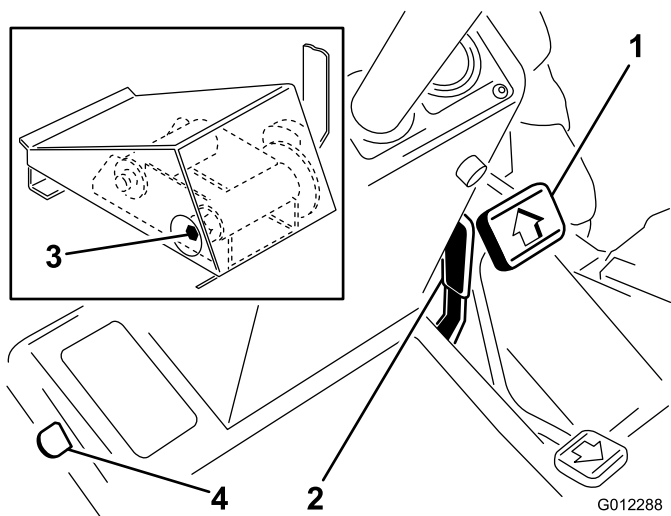
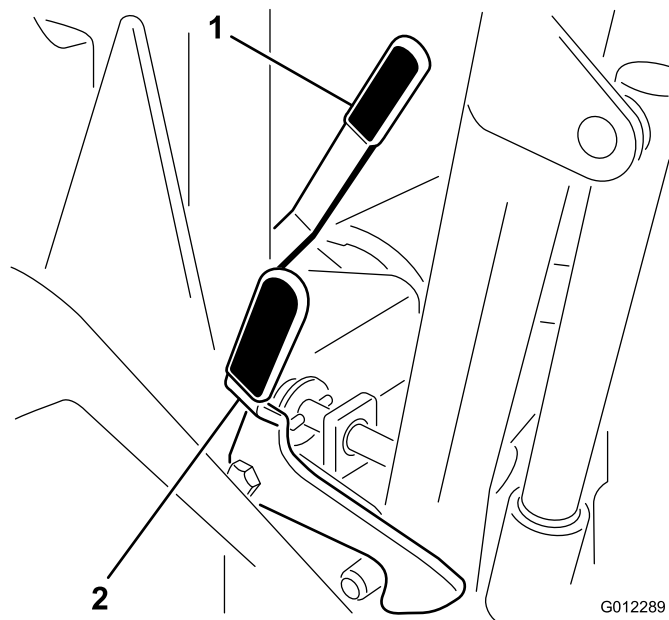

図 6
図 7
走行ペダル（図 6）は前進走行と後退走行を制御します。ペダル前部を踏み込むと前進、後部を踏み込むと後退です。走行速度はペダルの踏み込み具合で調整します。スロットルが FAST 位置にある状態でペダルを一杯に踏み込むと最高速度となります。刈り込み作業中（負荷が掛かっているとき）や登坂時には、（スロットルは FAST 位置で）ペダルの踏み込みを浅い位置に保持するとエンジンの回転を維持することができます（刈り込み時には走行速度リミッタをセットしてリミッタにペダルが当たるまで踏み込んで維持してもよいでしょう）。斜面がさらに急になるなど負荷がさらに大きくなった場合には、ペダルの踏み込みをさらに浅くしてエンジンの回転が回復する位置にペダルを維持します。
走行速度リミッタ（図 6）は走行ペダルの動きを制限します。リミッタ・レバーを使うと、
**重要** リミッタを希望位置に固定できなくなった場合にはカム・レバーのナット（図 6, 挿入図）を締め付けてください。
移動走行時にカッティングユニットを上昇位置に固定するためのものです。前カッティングユニット用のラッチは足で操作します（図 6）。後ろのカッティングユニット用およびウイング・ユニットのラッチは手で操作します（図 7）。